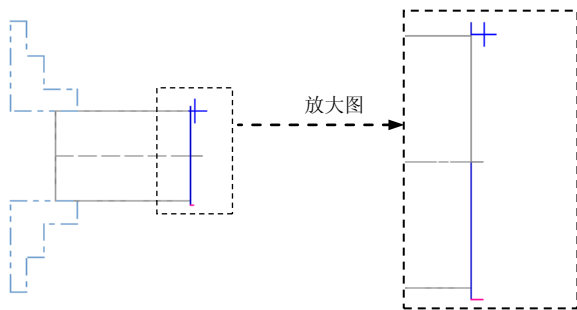

图 8.7.10 刀具路径
Step2. 单击 按钮，完成刀具的选择，此时系统将自动生成图 8.7.10 所示的刀具路径。
(1) 在“操作管理”中单击上一步创建好的刀路节点，系统弹出“刀路模拟”对话框及“刀路模拟控制”操控板。
(2) 在“刀路模拟控制”操控板中单击 按钮，系统将开始对刀具路径进行模拟，结果与图 8.7.10 所示的刀具路径相同，在“刀路模拟”对话框中单击 按钮。